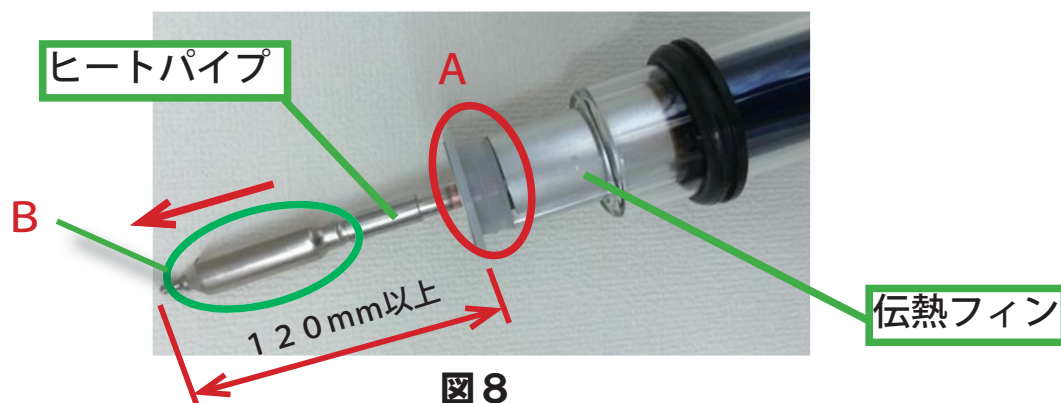

図 8
- F. ヒートパイプの熱伝導グリスを塗布した部分 (8 ページ図 8 の B 部) が完全にスリーブ内に挿入されていることを確認のうえ、ガラス管を押し込んでください。